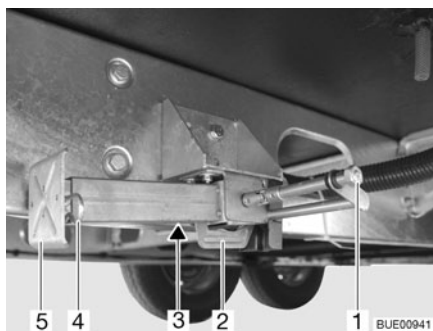

Fig. 30 Apoyo de elevación
- Colocar la llave de vaso en el hexágono (Fig. 30,1) y girarla hasta que el apoyo de elevación quede verticalmente hacia abajo.
- En caso de que la longitud del apoyo de elevación sea ajustable, extraer la clavija hendida (Fig. 30,4) de la prolongación del pie de apoyo (Fig. 30,5).
- Colocar la llave de vaso en el hexágono (Fig. 30,1) y girarla hasta que el apoyo de elevación esté de nuevo libre del suelo.
- Introducir totalmente la prolongación del pie de apoyo (Fig. 30,5) e introducir la clavija hendida (Fig. 30,4) en el orificio previsto para ello que hay en la prolongación del pie de apoyo.
- Girar el hexágono (Fig. 30,1) hasta que el apoyo de elevación se haya girado hacia arriba y la guía (Fig. 30,2) tenga contacto con el extremo de la ranura (Fig. 30,3).